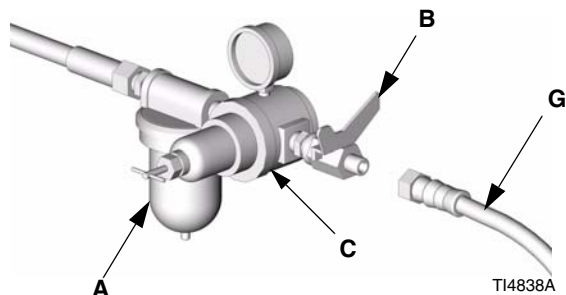

FIG. 3
6. Collegare l'altra estremità del flessibile aria (G) all'uscita della valvola di spegnimento aria. Vedere FIG. 3.